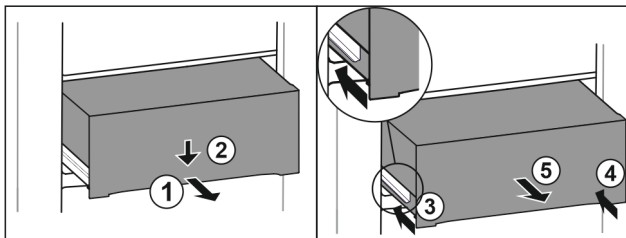

Fig. 125
- ▶ Extrageți pe jumătate sertarul. Fig. 125 (1)
- ▶ Apăsăți în jos sertarul pe partea frontală. Fig. 125 (2)
- ▶ Inșerați șina stângă aproximativ 2 cm. Fig. 125 (3)
- ▶ Inșerați șina dreaptă aproximativ 2 cm. Fig. 125 (4)
- ▶ Extrageți sertarul spre înainte. Fig. 125 (5)